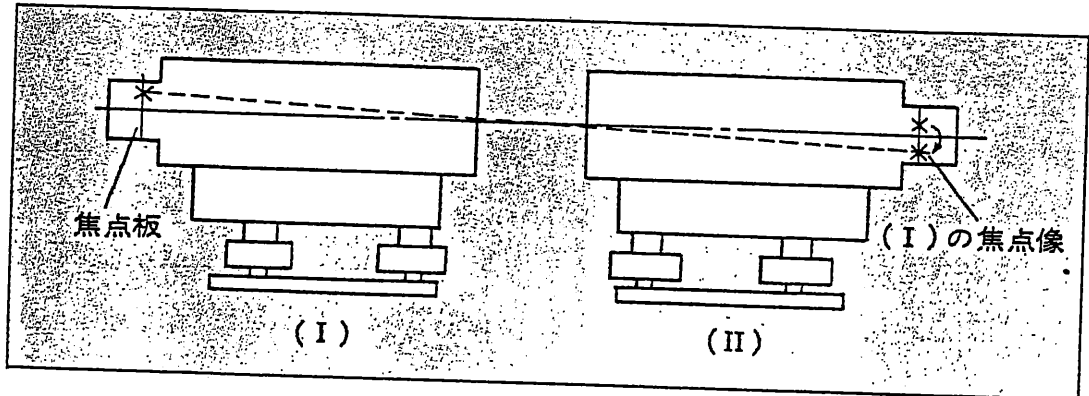

図16
- ① レベル(I)と(II)を付き合わせて、レベル(II)の焦点板十字線を焦点板調整ねじを使って合わせます。(図16)